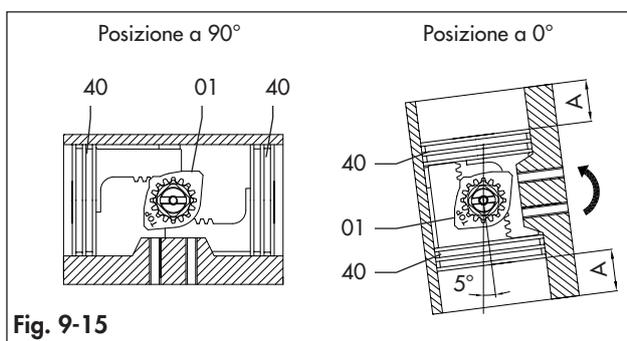

Fig. 9-15
- Con i pistoni completamente in posizione di chiusura (posizione 0°) come da Fig. 9-15, in riferimento all'asse del corpo, la rotazione ottenuta deve essere:
- Con i pistoni completamente in posizione di chiusura (posizione 0°) come da Fig. 9-15, la dimensione "A" deve essere la stessa su entrambi i lati.
- Con l'attuatore in posizione di chiusura (posizione 0°), facendo riferimento alla Fig. 9-15 per la posizione dei pistoni, avvitare o svitare la vite d'arresto destra (02) di 1 giro alla volta fino a raggiungere la posizione di arresto desiderata. In caso di attuatore con ritorno a molla, può essere necessaria un'alimentazione pneumatica.